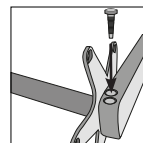

fig. 2
2. Inserire la vite di bloccaggio all'interno della pedivella destra (fig. 2). NB: quando il perno è correttamente inserito, la vite si infila senza sforzi.